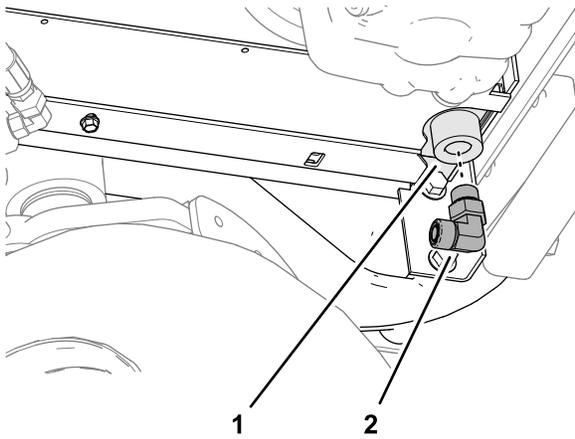

Figure 29
1. Dans l'angle inférieur avant du radiateur, montez le raccord à 90° (-8 joints toriques / 3/4" SAE) dans la sortie du refroidisseur d'huile, comme montré à la Figure 29, puis serrez l'écrou du raccord.